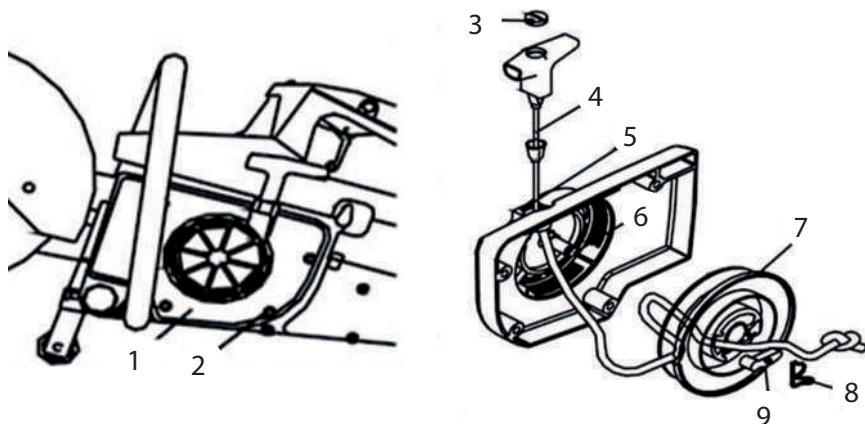

Рис. 8
9.9 Замена троса стартера (рис. 8):
9.9 Замена собачки (рис. 8):